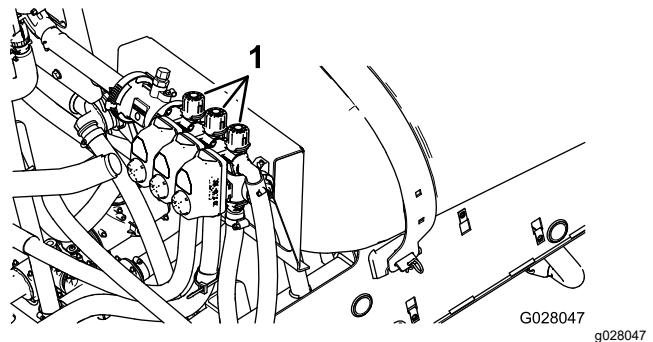

Figura 70
2. Desactive el interruptor de sección izquierda y ajuste la válvula de desvío de sección izquierda (Figura 70) hasta que la presión marcada coincida con el nivel previamente ajustado (normalmente 2,75 bar).
4. Ajuste la válvula de desvío de sección derecha (Figura 70) hasta que la presión marcada coincida con el nivel previamente ajustado (normalmente 2,75 bar).
6. Ajuste la válvula de desvío de sección central (Figura 70) hasta que la presión marcada coincida con el nivel previamente ajustado (normalmente 2,75 bar).